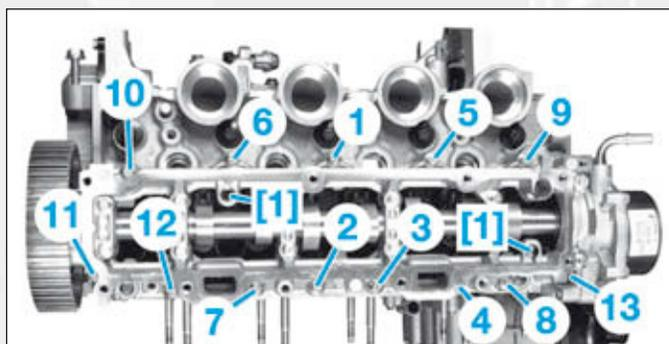

FIG.68
- Enduire le plan de joint du carter inférieur des paliers d'arbre à cames sur la culasse de produit d'étanchéité en (10).
- Reposer le carter inférieur de paliers d'arbre à cames sur la culasse en le centrant à l'aide des pages [1] (Fig.68) introduites dans les trous prévus à cet effet.
14. Vis du carter inférieur sur la culasse (voir ordre de serrage) (Fig.68) :